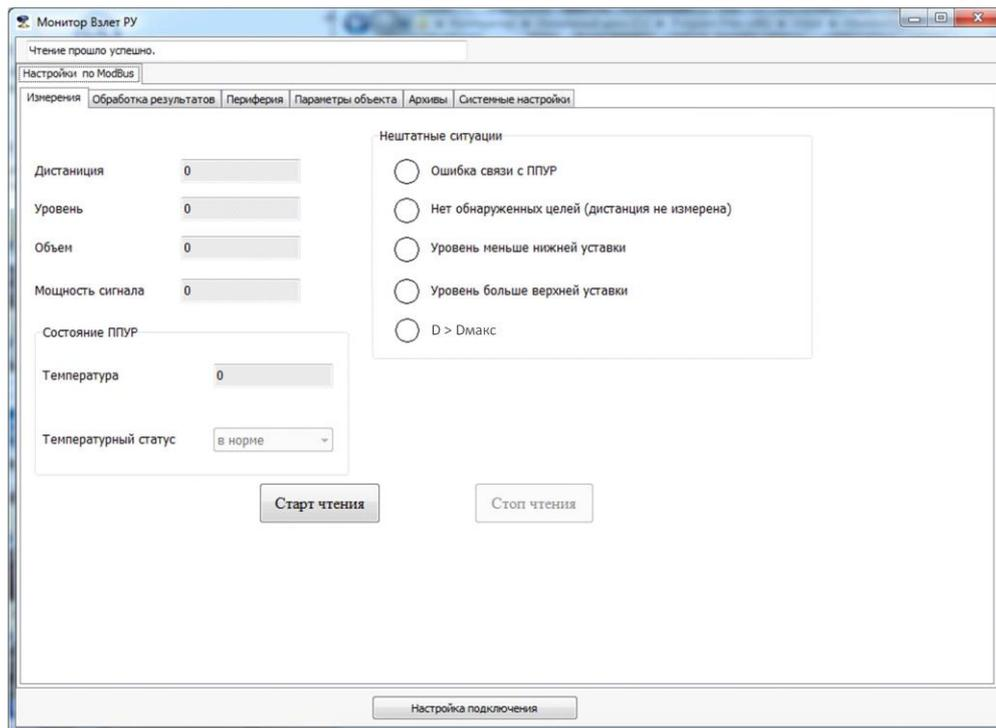

Рис.14. Основное окно программы «Монитор Взлет РУ».
5.1.3. Нажать кнопку «Подключение». На мониторе ПК появится основное окно программы «Монитор Взлет РУ» (рис.14).